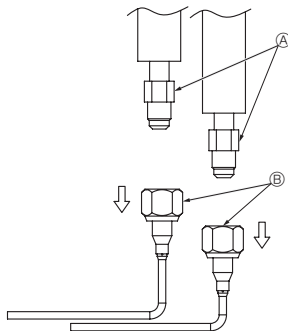

Fig. 3-9
- (4) Desserrer l'écrou du côté de la tuyauterie en forme de L à l'aide de deux clés, puis déposer la tuyauterie ⑥ et la mettre au rebut. (Tuyau d'entrée d'eau et tuyau de sortie d'eau) (Fig. 3-9)